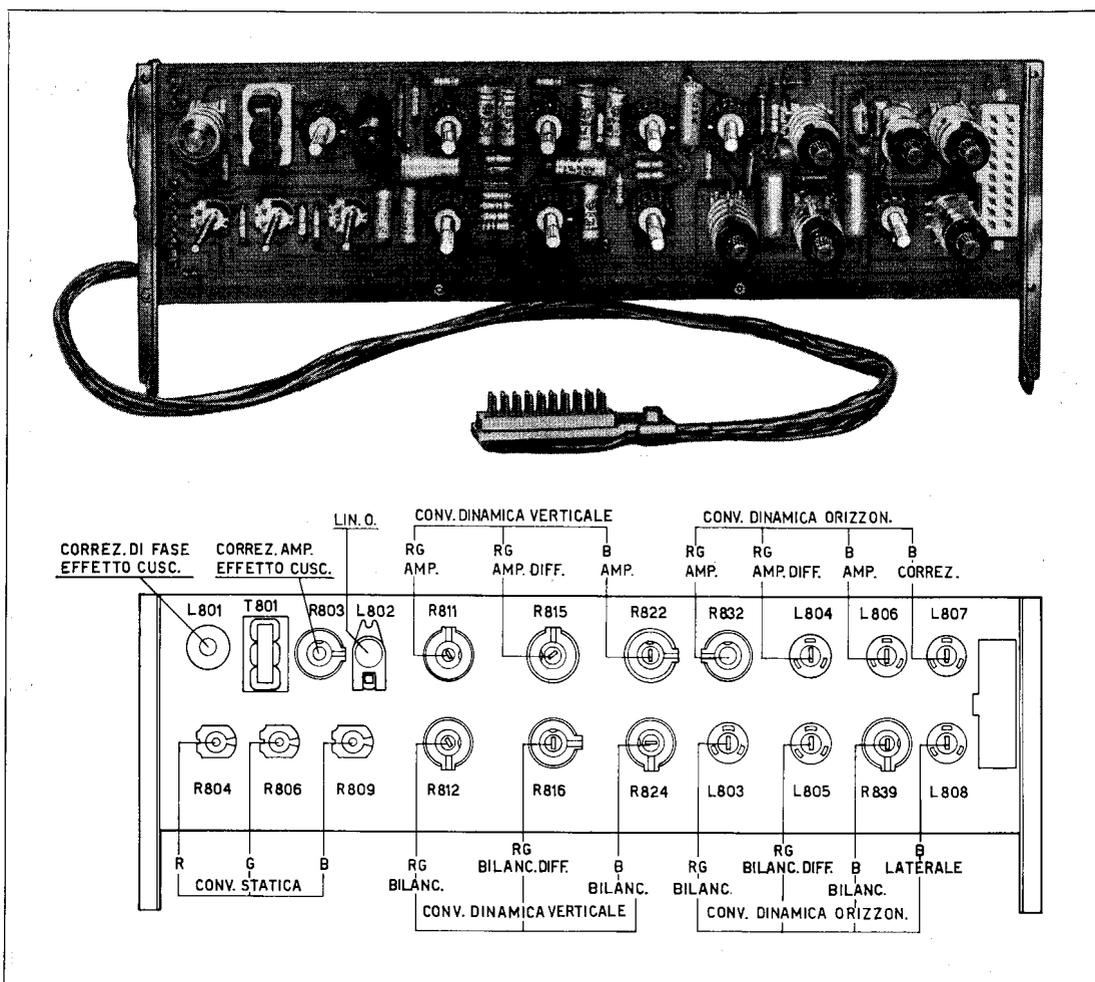

Fig. 3.20.1 Vista frontale della piastra della convergenza con schema di cablaggio.
- 3) Regolare i potenziometri R 804 (R) ed R 806 (fig. 3.20.1) (G) per ottenere la sovrapposizione al centro dello schermo dei due reticoli (rosso e verde rispettivamente).